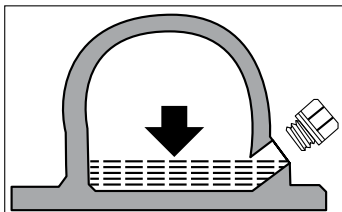

Рис. 23
7. После заправки убедитесь, что уровень масла соответствует нижней кромке контрольного отверстия (рис. 23).
4. Залить в вибратор необходимый объем масла (рис. 23). Используйте для этого воронку.